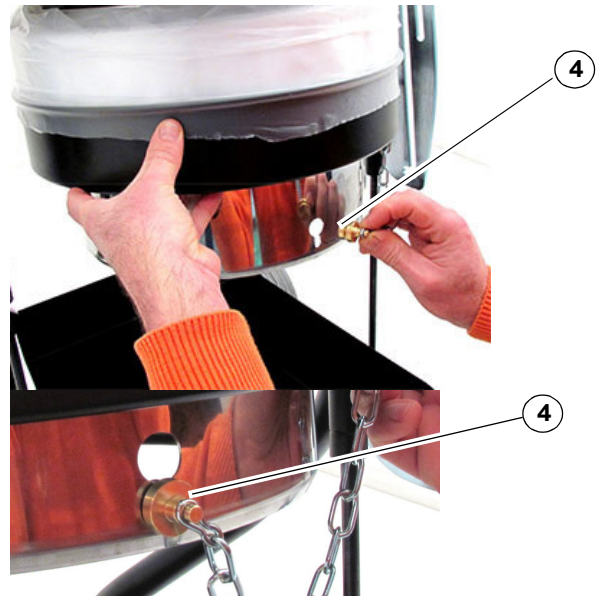

Abb. 19: Verriegelungsvorrichtung
Schritt 4: Blockieren Sie die Verriegelungsvorrichtung (Pos. 4, Abb. 19).